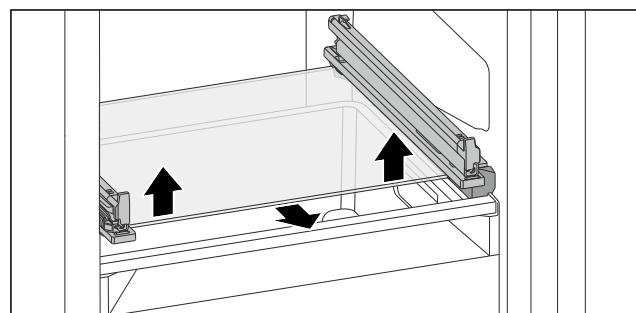

Fig. 108 Glasplatte des abkippbaren Schubfachs
- Glasplatte von unten beidseitig nach oben drücken. (siehe Fig. 108)